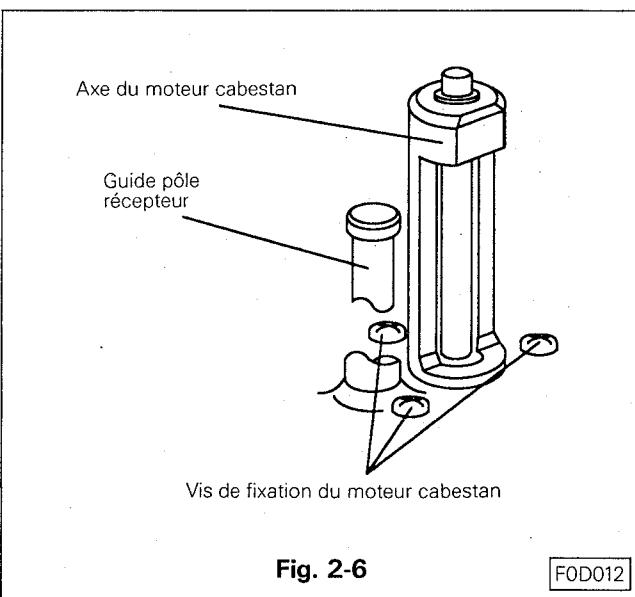

Fig. 2-6
- C. Dévisser les vis de fixation du moteur. (Fig. 2-6)
- A. Refixer le moteur à l'aide des vis de fixation. (Voir Fig. 2-6)